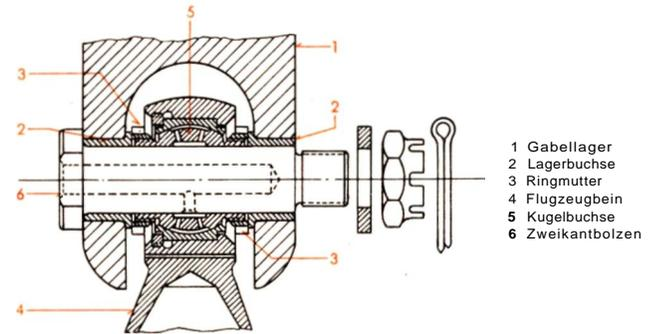

Abb. 12 Lagerung des Federbeinrahmens, Schnitt
der Zweikantbolzen (7), der die untere Knickstrebe (6) mit dem Federbeinrahmen (16) sowie der Zweikantbolzen (1), der die Schwenkstoßstange (3) mit dem Schwenkhebel (2) verbindet, zu lösen und zu entfernen. Die Kronenmuttern der Bolzen an den Gabellagern (4) werden gelöst, dann die Ringmuttern (3) (Abb. 12), die an den Innenflanken der Gabeln anliegen, zurückgeschraubt und, während das Flugzeugbein leicht angehoben wird, die beiden Bolzen mit einem Weichmetallhorn herausgeschlagen.